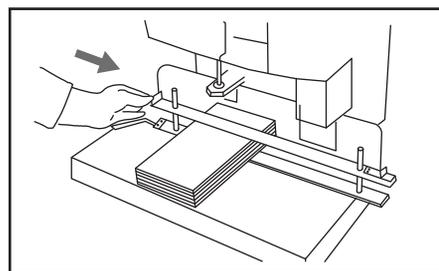

図14
- 穴あけからチューブ挿入、チューブ挿入から製本への作業に移るときは、書類を固定したまま右へスライドしてください。 図14 参照